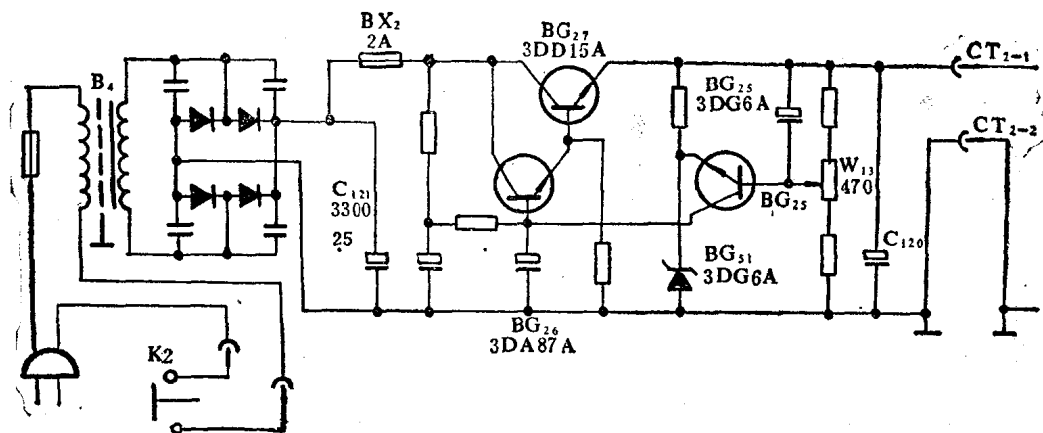

图 1-3
2. 检查整流电路, 见图1-3。取下 BX_2 保险管测量整流电压为 $23V$, 说明整流电路工作正常。